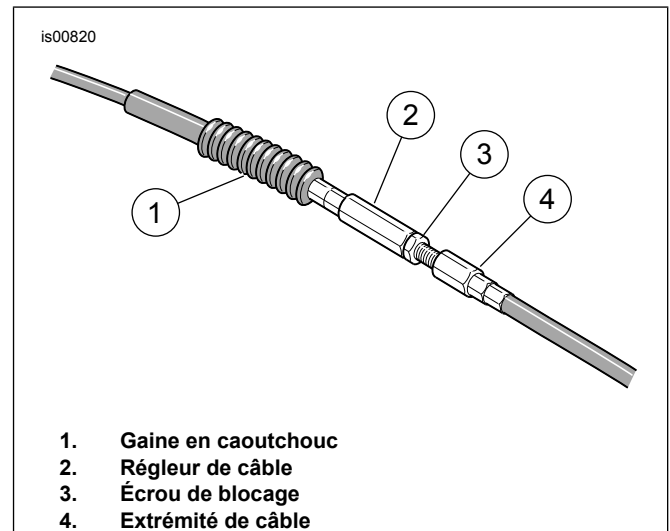

Figure 1. Régléur du câble d'embrayage
1. Voir Figure 1 . Faire glisser la gaine en caoutchouc (1) hors de l'ensemble du régléur de câble de l'embrayage (2). Le régléur est situé environ au milieu du câble d'embrayage près du tube descendant de cadre avant.
8. Voir Figure 1 . Séparer le régleur de câble de l'écrou de blocage jusqu'à ce que le mou du levier de guidon soit éliminé. Retirer la virole du câble d'embrayage du support du levier d'embrayage pour mesurer le jeu.